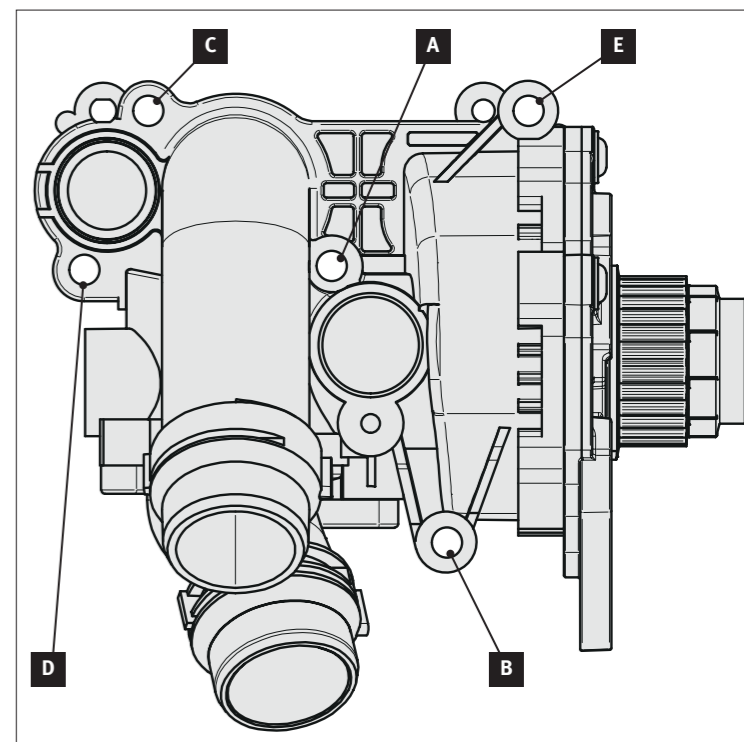

Abb. 2/Fig. 2/Puc. 2/图2
- If removed: re-install connector (2) to oil cooler (1). Replace gaskets.
- First attach the water pump to the connector (2) from the oil cooler (1) via the connection (6).
- Then attach the water pump to both centring pins on the engine block via the openings (4). Use a mirror as an aid, if necessary.
- Screw down the water pump crosswise. The sequence for tightening the bolts must be followed (Fig. 2): [A] – [B] – [C] – [D] – [E] Tightening torque: 9 Nm
- Si elle a été retirée : remettre en place la pièce de liaison (2) avec le radiateur d'huile (1). Changer les joints.
- Enfoncer d'abord la pompe à eau par le raccord (6) sur la pièce de liaison (2) avec le radiateur d'huile (1).
- Enfoncer ensuite la pompe à eau par les ouvertures (4) sur les deux goujons de centrage sur le bloc-moteur. S'aider d'un miroir si nécessaire.
- Visser la pompe à eau en croix. Respecter impérativement l'ordre de serrage des vis (Fig. 2) : [A] – [B] – [C] – [D] – [E] Couple de serrage : 9 Nm
- В случае удаления: снова установите соединительную часть (2) для масляного теплообменника (1). Замените уплотнительные прокладки.
- Сначала установите водяной насос с помощью соединения (6) на соединительную часть (2) для масляного теплообменника (1).
- Затем с помощью отверстий (4) наденьте водяной насос на оба центрирующих штифта блока цилиндров двигателя. При необходимости используйте при этом зеркало в качестве вспомогательного средства.
- Затяните болты крепления водяного насоса крест-накрест. При затяжке болтов обязательно соблюдайте надлежащую последовательность (Рис. 2): [A] – [B] – [C] – [D] – [E] момент затяжки: 9 Нм